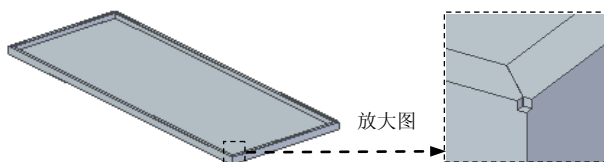

图 8.13.229 撕裂角特征 1
Step9. 创建图 8.13.229 所示的撕裂角特征 1。
(1) 选择命令。在“主页”功能选项卡的“钣金”工具栏中单击  按钮，选择  撕裂角 命令。